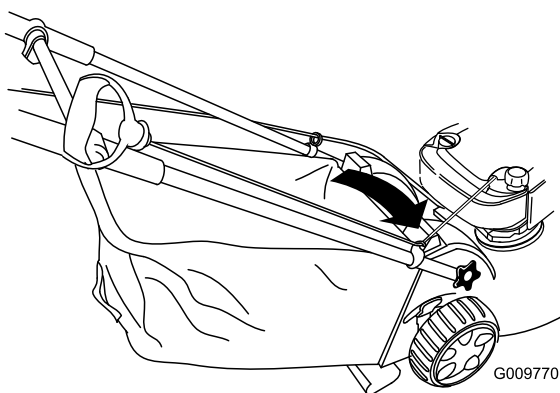

Рисунок 32
1. Проложите трос стартера вокруг нижней направляющей троса (Рисунок 32).